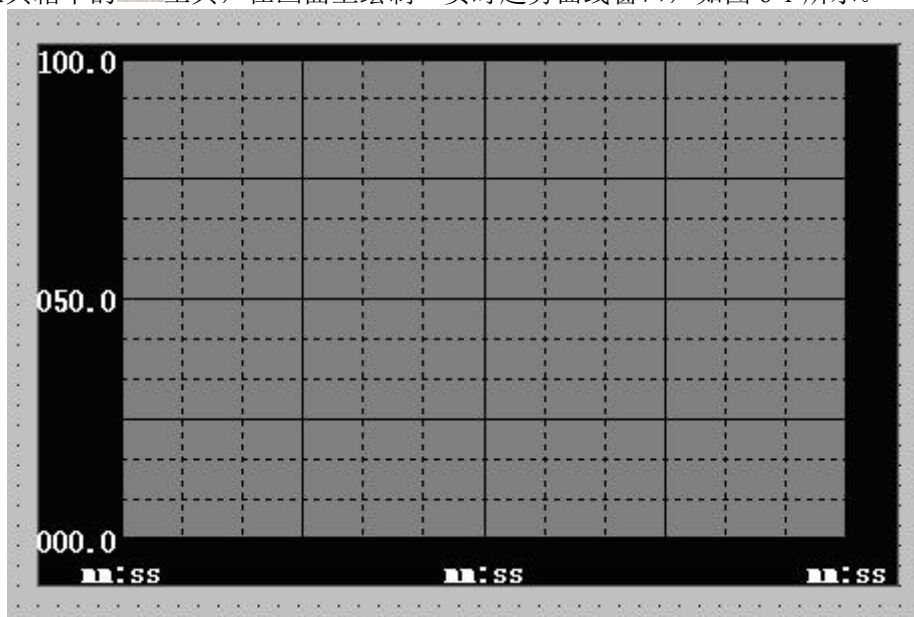

图 6-1
- 3、选择工具箱中的  工具，在画面上绘制一实时趋势曲线窗口，如图 6-1 所示。